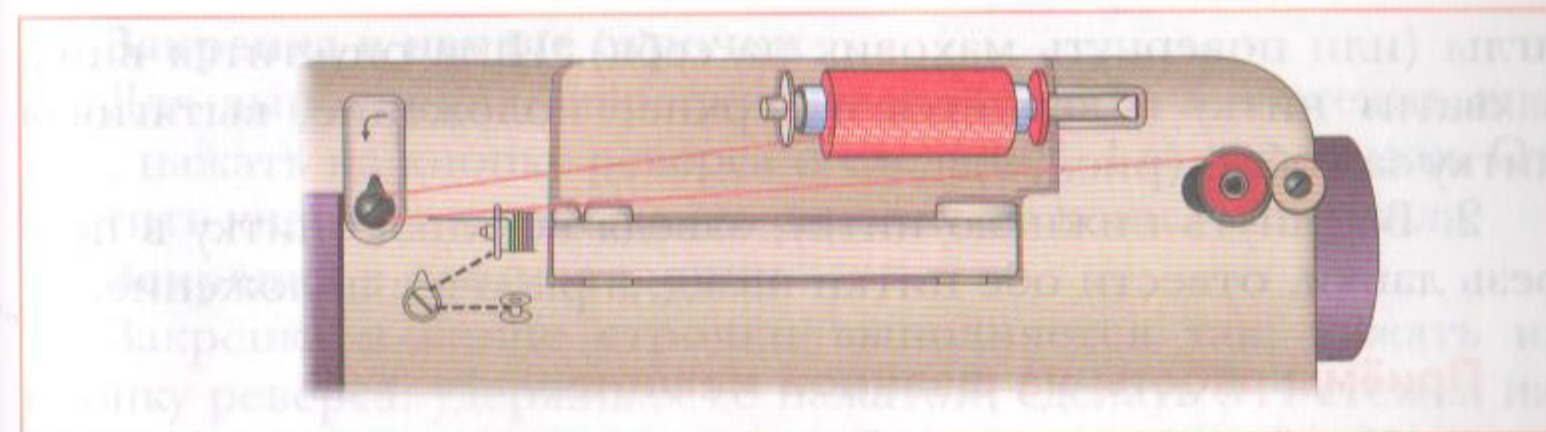

Рис. 97 Намотка нитки на шпульку (вид на машину сверху)
2. Установить катушку с нитками на стержень для катушек, завести нитку в устройство натяжения, а её конец несколько раз обмотать вокруг шпульки (рис. 97).